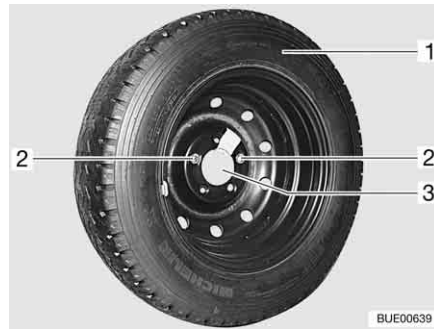

Bild 278 Ersatzrad-Halterung in der Heckgarage
- Die beiden Befestigungsschrauben (Bild 278,2) mit dem Bordwerkzeug herausdrehen und abnehmen.
- Das Ersatzrad (Bild 278,1) von der Halterung (Bild 278,3) abnehmen.